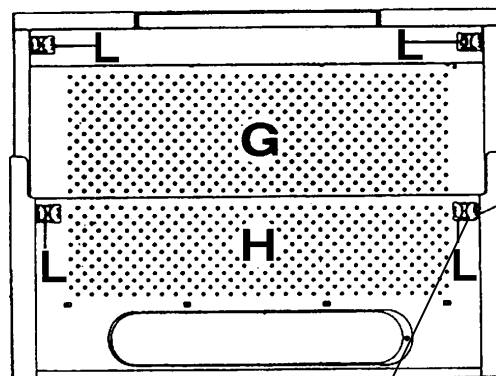
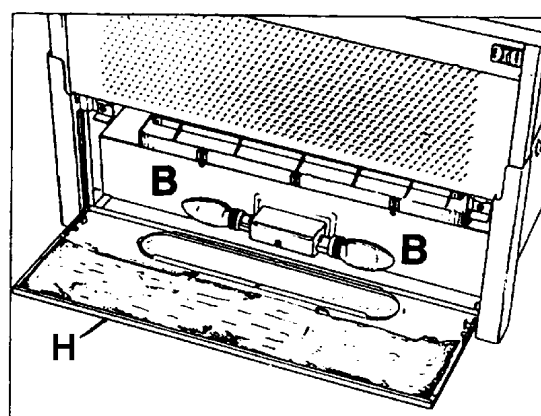
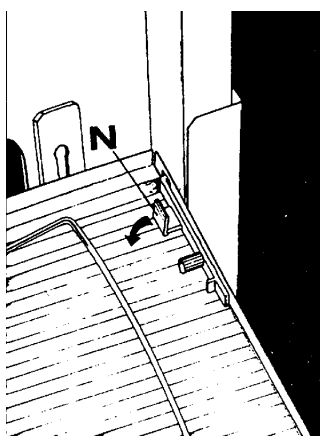

Fig. 3
Fig. 5
Fig. 6
Fettfilteret skal ved normal daglig bruk vaskes i varmt, sterkt såpevann eller oppvaskmaskin minimum annenhver måned. Filteret må vaskes oftere hvis hetten benyttes mer enn 4 timer daglig. Filterristene (G og H fig. 6) kan vippes ned ved at låsene (L) (fig. 3) på hver side trekkes inn mot midten av risten. Fjern filterristene ved å skyve plastklipsene N (fig. 6) mot hverandre. Fettfilteret kan nå trekkes ut.
Skal du skifte lyspærer (40W/E14) vippes filterristen H ned. Lyspærene B, fig. 5, er nå tilgjengelig for utskifting.
Hetten festes til undersiden av ventilatorskapet med 4 skruer (4,5 x 16mm). Bruk den vedlagte hullmalen (sjablon) til å merke av de 2 festene på innsiden av hver vegg. Mal for høyre (right) og venstre (left) side. Festene kan ved behov bores opp til Ø2,0 mm. Dersom kjøkkenskapene har 20 mm veggtykkelse, fjernes de 2 sorte distansestykkene på hver side av kjøkkenheten. Kjøkkenheten skrues fast til overskapene fra innsiden av hetten etter at filterplaten, H (fig. 5), er løsnet. Filterplaten løsnes ved å skyve de 2 plastlåsene, L (fig. 3), mot hverandre. Når hetten er festet, settes filterplaten (H) på plass igjen.